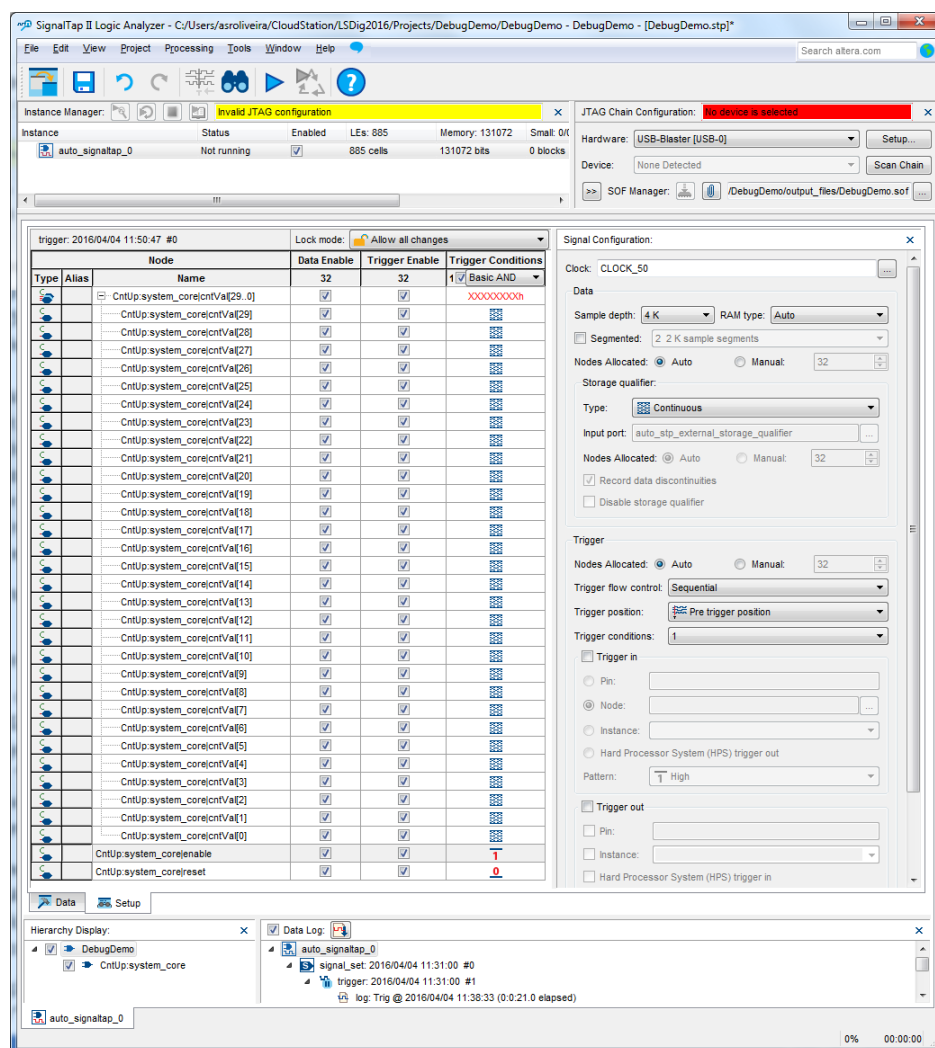

Figura 22 – Aspeto da aplicação “*SignalTap Logic Analyzer*” com os parâmetros configurados.
5. Após premir *Insert* e fechar a janela de “*Node Finder*” deverá configurar na janela principal os seguintes parâmetros (Figura 22):
8. Especifique o ficheiro SOF a usar para configurar a FPGA (“*output_files/DebugDemo.sof*”) e programe a FPGA (botão  no canto superior direito da Figura 22). O ficheiro SOF inclui quer a configuração da lógica do sistema desenvolvido, quer a configuração da lógica correspondente às componentes de hardware do analisador lógico.